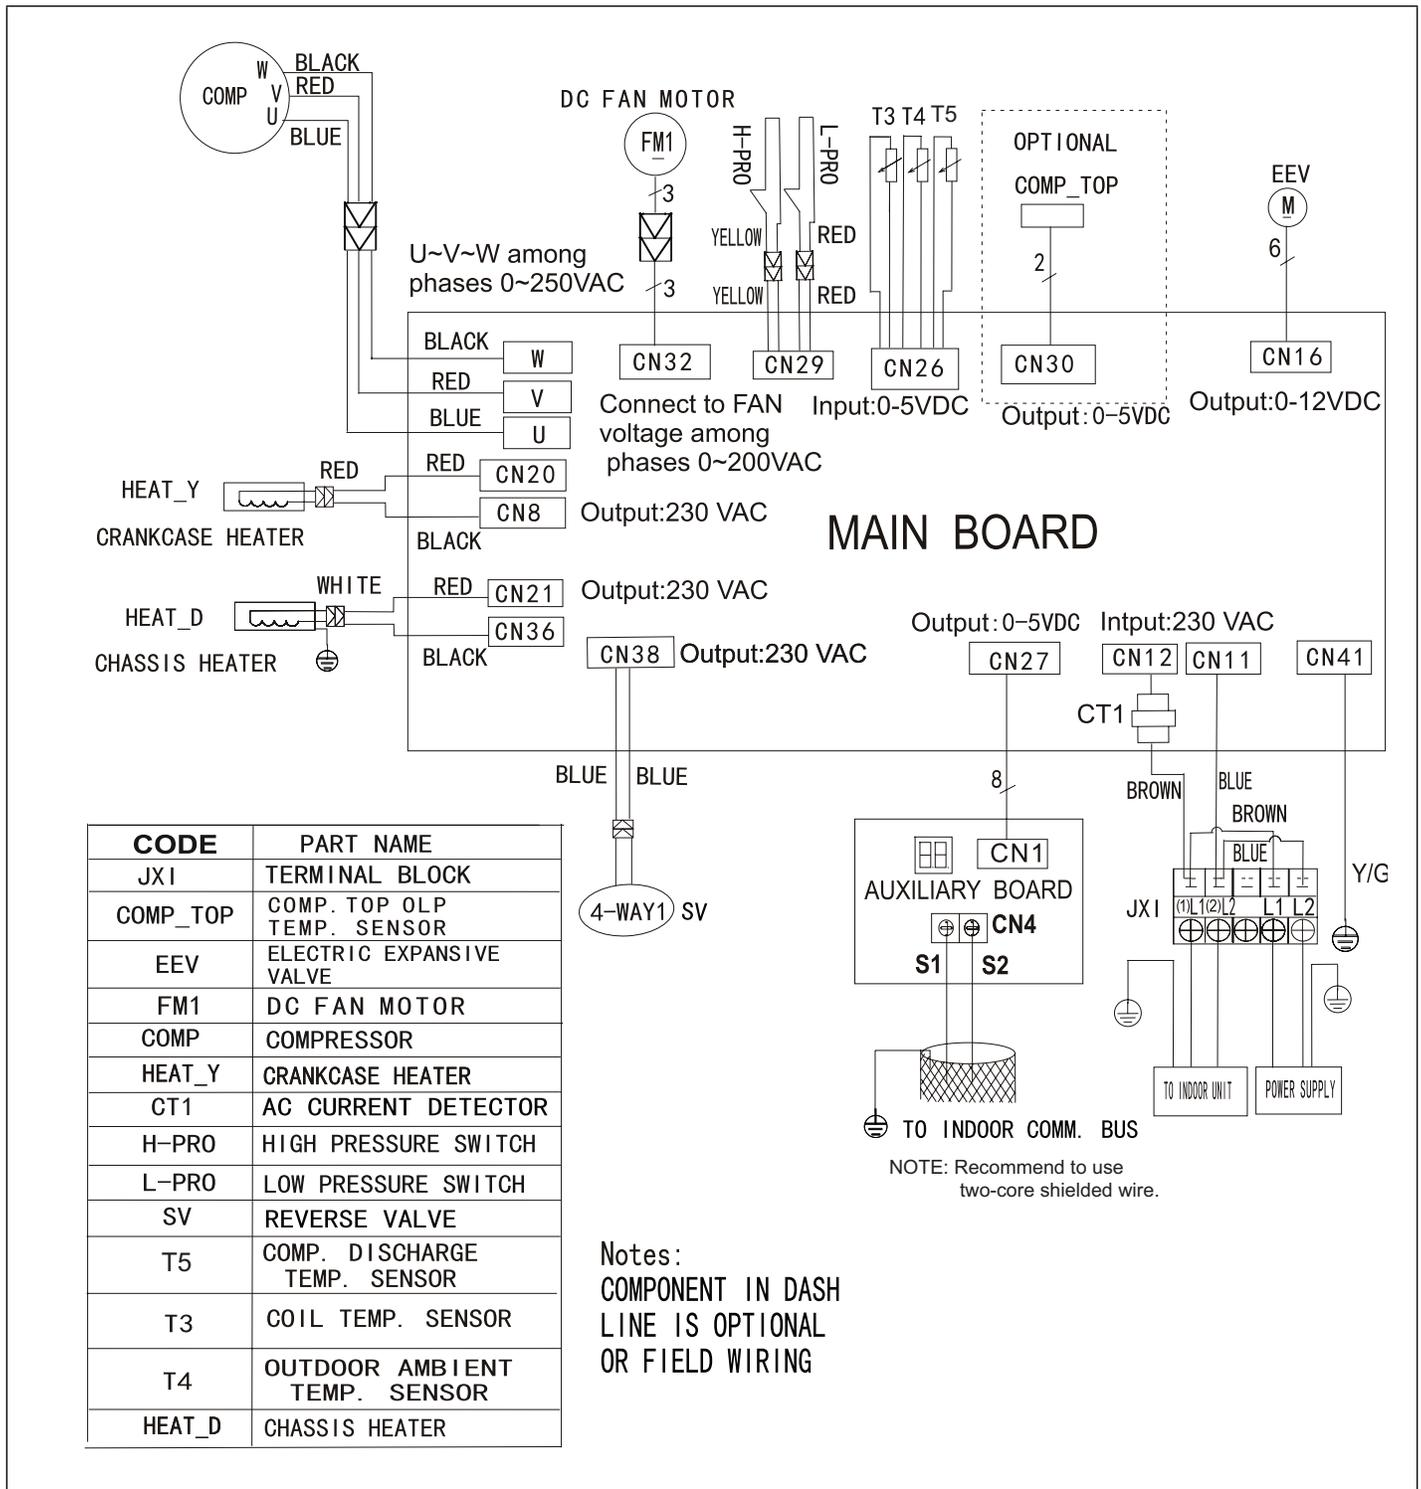

Figure 28. Schéma de câblage de l'unité extérieure 3PC036
- Voir « Figure 28. Schéma de câblage de l'unité extérieure 3PC036 » à la page 17 pour les connexions du bus de communication entre les unités intérieure et extérieure.